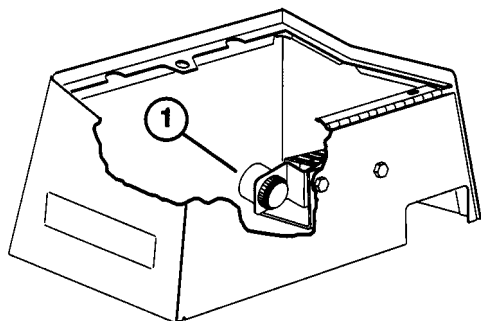
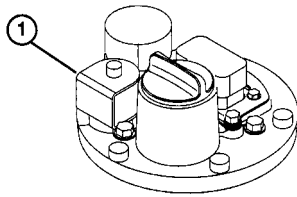

Figure 22
Figure 23
- Tourner la clé de contact en position contact établi (ON) pour mettre le système en marche. Le système se réarme automatiquement lorsque la clé est tournée en position contact coupé (OFF). Attendre 5 secondes, puis tourner la clé en position (ON) pour remettre le système en marche.
- Lorsque la machine démarre, l'alarme (Fig. 22) émet un bip court pour indiquer que tout fonctionne correctement. Si l'alarme reste silencieuse, la faire vérifier par un mécanicien.
- Electrovanne en circuit ouvert (le voyant clignote) : contrôler/remplacer l’électrovanne (Fig. 23) ou les fils.
- Electrovanne en court-circuit (le voyant clignote) : contrôler/remplacer l'électrovanne (Fig. 23) ou les fils.
GRAISSAGE DES ROULEMENTS ET BAGUES (Fig. 22 à 30)
1. Position et nombre des graisseurs: Châssis porteur et pivot des unités de coupe (2 chacun) (Fig. 22); Barre d'accouplement d'essieu arrière (2), joints à rotule du cylindre de direction (2), (Fig. 23); Vérins de relevage avant (2), (Fig. 24); Vérin de relevage avant (1), (Fig. 25); Pivot de vérin de relevage arrière (2), (Fig. 26); Pivot de bras de relevage (3), (Fig. 27); pivot d'essieu arrière (Fig. 28); Pivots des bras de relevage arrière (2) (Fig. 29) et arbre de la pédale de frein (1) (Fig. 30).